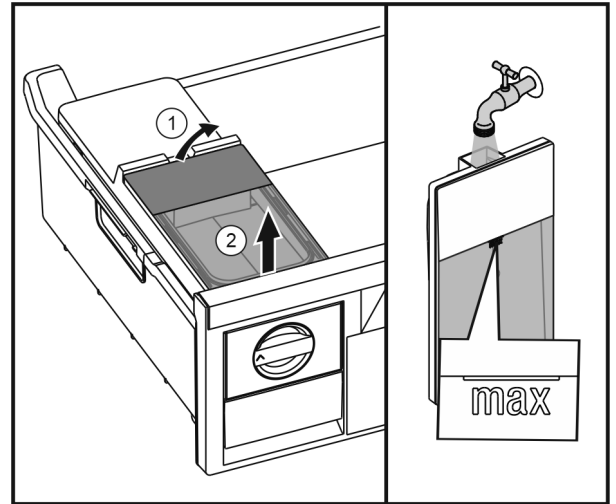

Fig. 43
- Ridicați rezervorul de apă din spate Fig. 43 (1) și scoateți-l în sus Fig. 43 (2).